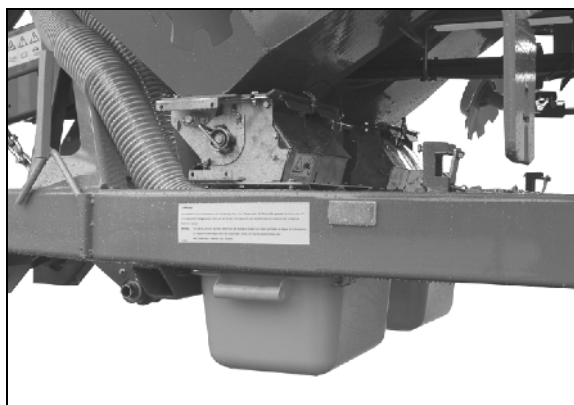

Рис. 63
9. Вставьте рукоятку для проворачивания высевяющих аппаратов сеялки (Рис. 63/1) в колесе с почвозацепами (Рис. 63/2).
10. Поворачивайте колесо с почвозацепами при помощи рукоятки для проворачивания высевяющих аппаратов сеялки (Рис. 63/1) против часовой стрелки так долго, пока все камеры дозирующих валов не будут заполнены посевным материалом и не будет достигнут равномерный поток семян в лотки.